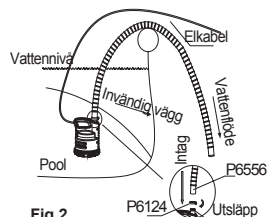

Fig.2
1. Koppla den medföljande slangen till tömningspumpen genom att sätta fast slangklämman. (Se Fig.2)